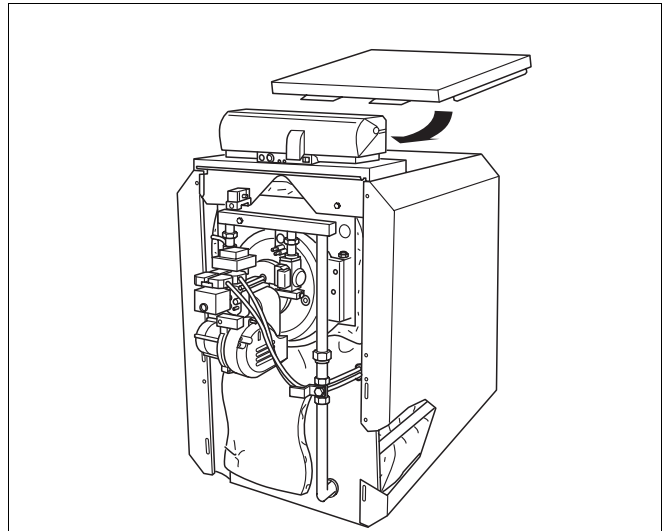

Abb. 24 Kesselverkleidung montieren
- Hinteres Kesselhaubenteil nach Abb. 24 auf rechte und linke Seitenwand lose auflegen.